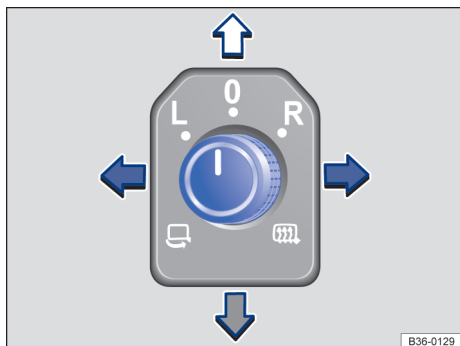

Fig. 109 Na porta do condutor: botão rotativo dos espelhos retrovisores externos.
- Girar o botão rotativo na porta do condutor até o símbolo desejado → Fig. 109.